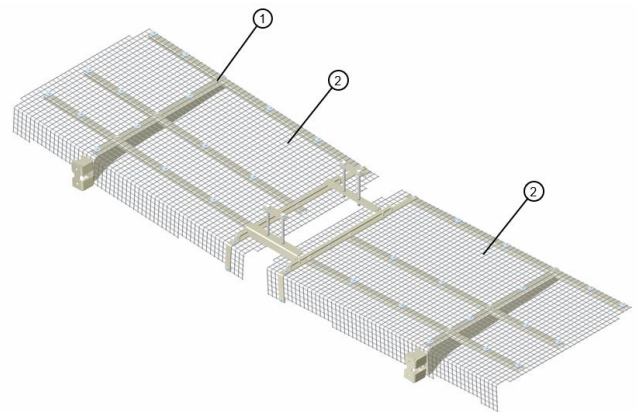
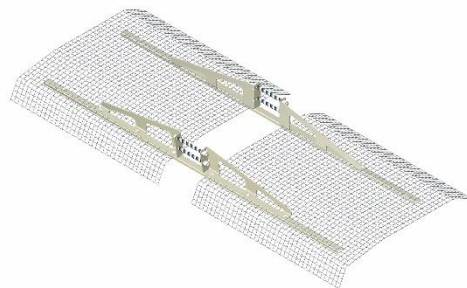

図 14
図 15
飛石防止装置（RC 900 M1 および RC 1200 M1 については図 14 を、RC 600 M1 については図 15 を参照）は、支柱ブームに取り付けられており、RC 900 M1 および RC 1200 M1 ではさらに折りたたみ支柱にも取り付けられています。これは、板金構造体 (1) に格子 (2) がねじ止めされた構成となっている。この格子は、跳ね上がった石や土塊が跳ね返るのを防ぐ役割を果たす。これにより、トラクター、特に運転手を含むキャビンが保護される。